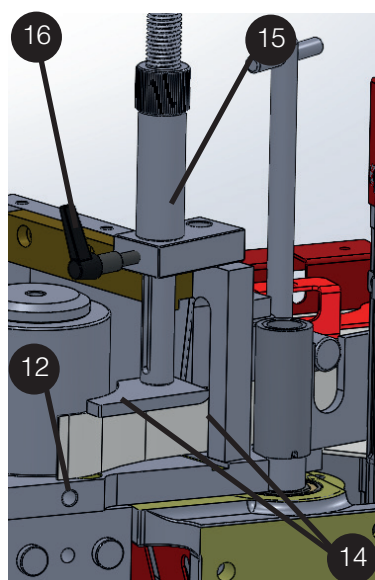

Figura 5.8d - Posição de corte
- Solte a alça **16** - Gire a luva rosca **15** no sentido anti-horário para abaixar a placa antiderrapante **14** na faixa (Figura 5-8d).